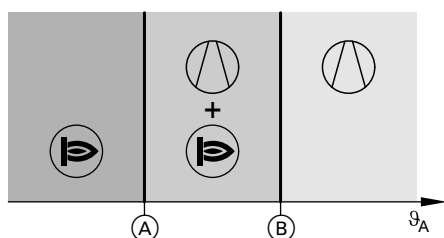

Abb. 25
Ihr Fachbetrieb hat die beiden Außentemperaturgrenzen (A) und (B) fest eingestellt: Siehe Abb. 25 und Abb. 26.